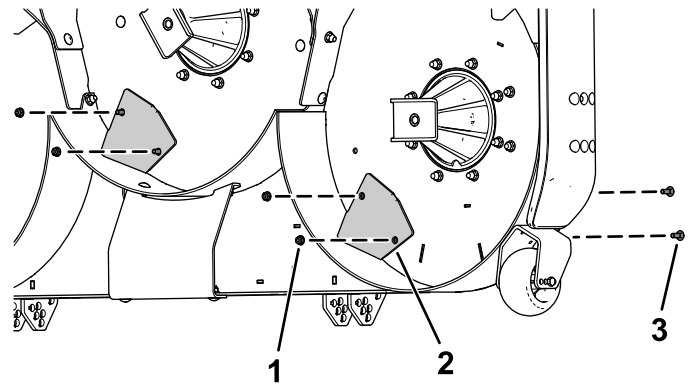

Figura 6
2. Sujete los 2 golpeadores a la carcasa de corte usando 4 pernos de cuello cuadrado (5/16" x 7/8") y 4 tuercas con arandela prensada (5/16"), como se muestra en la Figura 6.